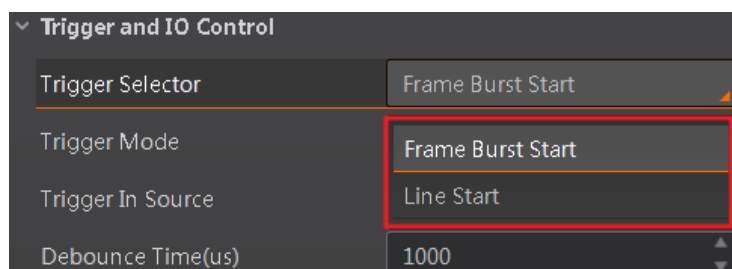

图3-13 选择触发模式
2. 在 Trigger and IO Control 属性树下，根据需求在 Trigger Selector 参数下选择 Line Start（行触发）或 Frame Burst Start（帧触发），如图 3-13 所示。